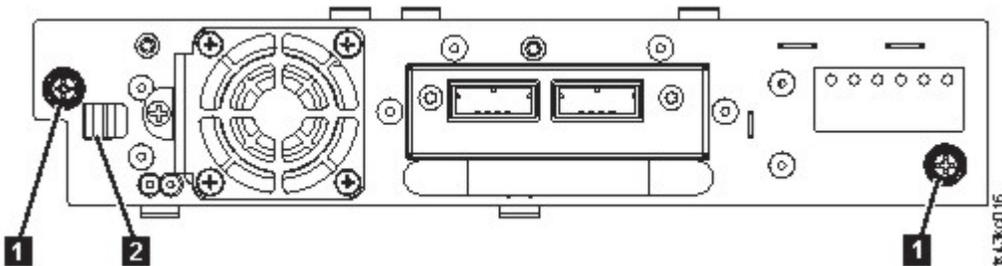

图 61. 解锁磁带机
- 拧松磁带机上的蓝色翼形紧固螺钉（图 61 中的 **1**）。将锁紧杆（图 61 中的 **2**）按到右边，向后拉动磁带机手柄，同时托住磁带机底部，将其从单元中取出。